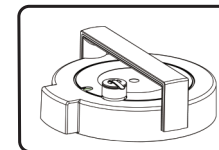

图9
- 5、放置好限压放气阀，并确认限压放气阀已处于密封的位置。(图9)